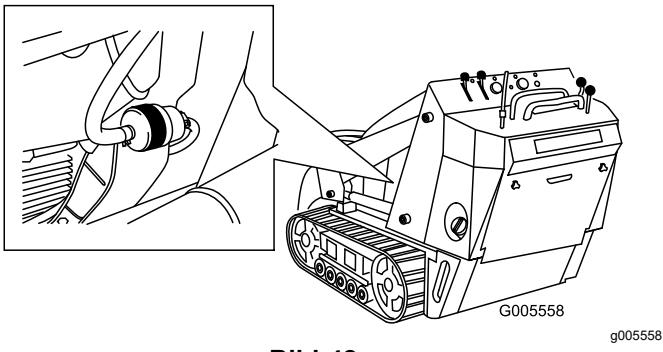

Bild 42
5. Klemmen Sie die Kraftstoffleitungen auf beiden Seiten des Kraftstofffilters fest (Bild 42).
6. Drücken Sie die Enden der Schlauchklemmen zusammen und schieben Sie sie vom Filter weg (Bild 42).